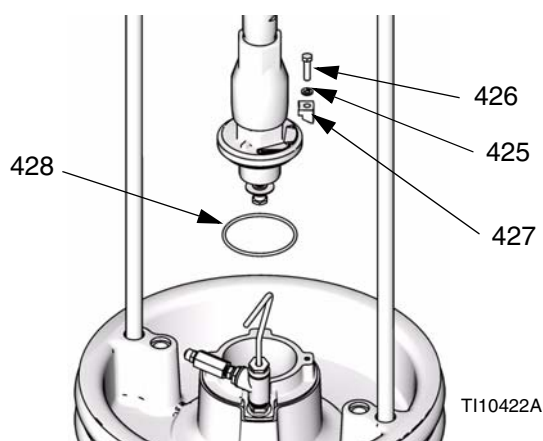

FIG. 19 : Kit d'assemblage 115 et 200 litres
1. Placer le joint torique (428) du kit d'assemblage 255392 sur le plateau. Si un bas de pompe est attaché à la plaque, mettez-le sur le plateau. Voir FIG. 19.
2. Fixez la bride d'entrée de la pompe sur la plaque à l'aide des vis (426), des rondelles (425) et des colliers (427) contenus dans le kit d'assemblage 255392.